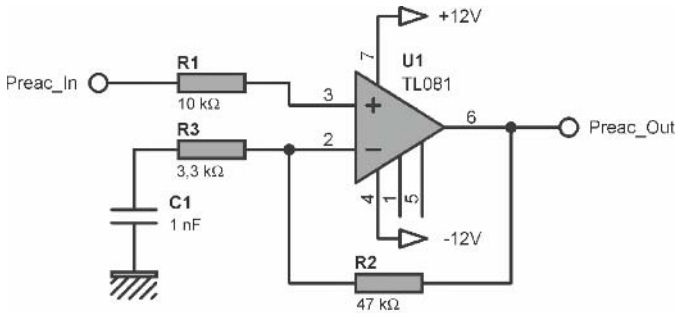
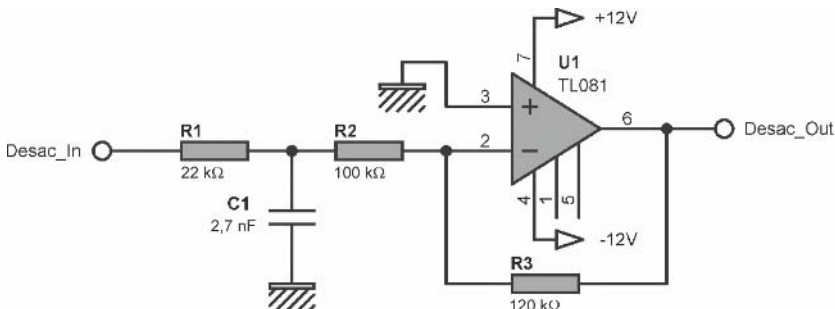

Figure 2.15
Figure 2.16
**Tentatoo** – Mais bien entendu. Voici deux schémas mettant en œuvre des amplificateurs opérationnels, sachant qu'il est bien sûr possible d'utiliser des transistors pour faire le travail. Le premier schéma assure la fonction de préaccentuation (**figure 2.15**) et le second, la fonction de désaccentuation (**figure 2.16**). Le point de flexion des courbes précédentes correspond à ce qu'on appelle une constante de temps, déterminée par exemple par un simple réseau RC. Cette constante de temps est ici de 50  $\mu\text{s}$ , mais sachez qu'aux États-Unis, la constante de temps est de 75  $\mu\text{s}$ . C'est pourquoi certains émetteurs radio disposent d'une commutation permettant de passer d'une valeur à l'autre, pour s'adapter au pays d'utilisation.